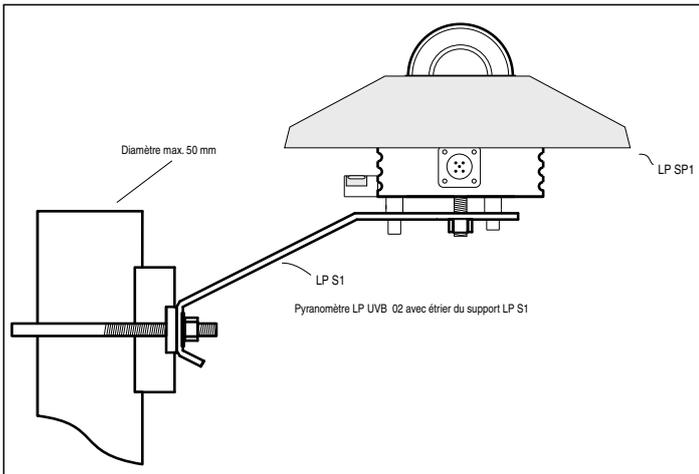

Fig. 5
- Le support LP S1 (figure 5), fourni sur demande comme accessoire, permet un montage facile du radiomètre sur un poteau de soutien. Le diamètre maximum du poteau auquel le support peut être fixé est de 50 mm. L'installateur doit faire attention afin que la hauteur du poteau de soutien ne dépasse pas le plan du radiomètre, pour ne pas introduire d'erreurs de mesures causées par la réflexion et les ombres provoquées par le poteau. Pour fixer le radiomètre au châssis de soutien, enlever la protection en dévissant les trois vis, fixer le radiomètre, et une fois l'installation accomplie, fixer de nouveau la protection blanche.